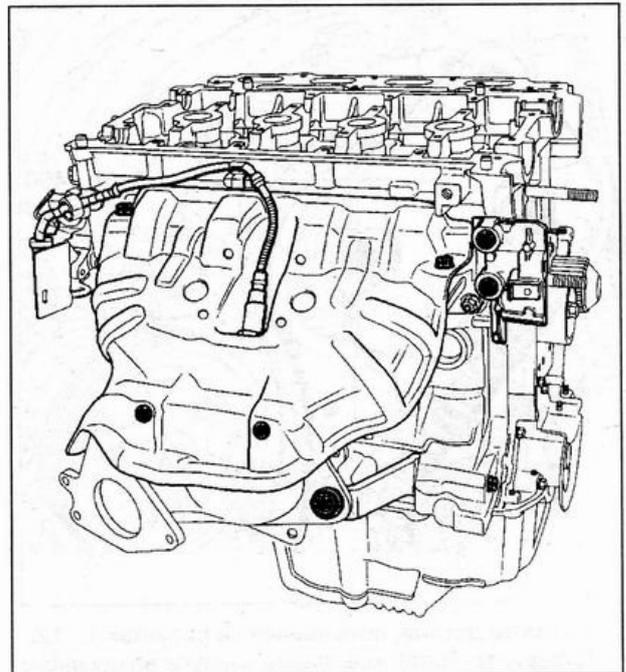

Рисунок 8.
- Отверните два болта крепления подкоса каталитического нейтрализатора и снимите подкос каталитического нейтрализатора (см. рис. 8).
- С помощью приспособления Mot. 1495 снимите кислородный датчик; снимите теплозащитные экраны выпускного коллектора и проставку внутреннего кожуха привода ГРМ (см. рис. 8).